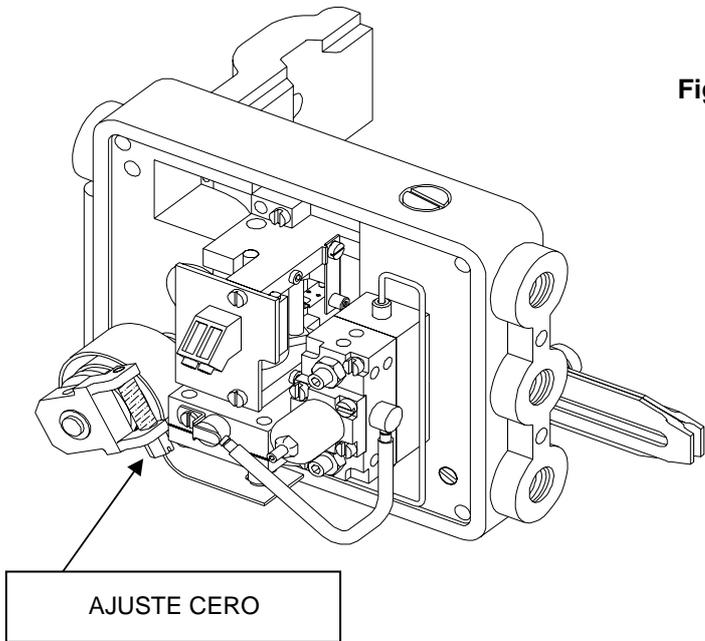

Fig. 6.1
2. Enviar una señal de 4mA (ó 3psi), y actuar sobre el tornillo del cero (Fig. 6.1) hasta que la válvula arranque. Girar entonces el tornillo muy lentamente en sentido contrario, llevando de nuevo el vástago del obturador en posición de reposo. Controlar el indicador de recorrido del actuador.